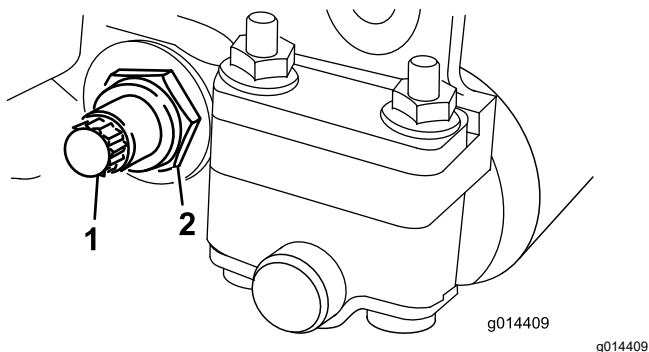

Figura 18
- Pe fiecare latură a mainii, slăbii contrapiulia care fixează urubul barei de cadru (Figura 18).